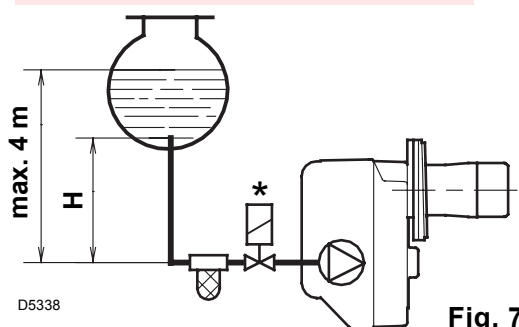
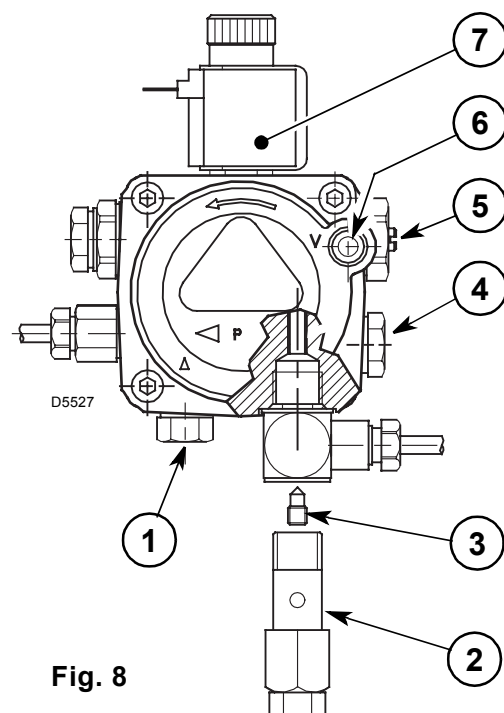

Fig. 7
Fig. 8
- La pompe est prévue pour un fonctionnement en bitube. Pour le fonctionnement en mono-tube, il faut dévisser l'écrou de retour (2), enlever la vis de by-pass (3) et ensuite revisser le raccord (2), (voir fig. 8).
Dans l'installation en fig. 7, il faut desserrer le raccord du vacuomètre (6, fig. 8) jusqu'à la sortie du combustible.